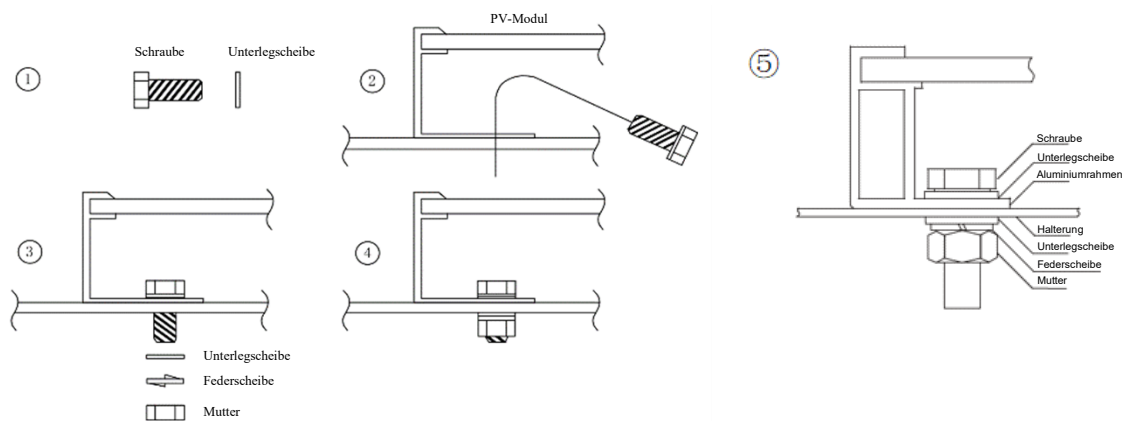

Abbildung 4
- Das Verfahren und die Spezifikationen der Befestigungsteile sind in **Abbildung 4** unten dargestellt:
<p>Abbildung 3 I A</p>	<p>Abbildung 4 I-B</p>